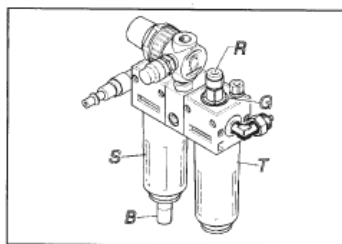

Рис. 39
H. Ежедневно сливайте воду из влагоотделителя «S». Для этого нужно вытянуть вниз шток «B» (рис. 39).
I. Ежедневно проверяйте уровень масла. Для добавления масла в маслораспылитель сначала отключите подачу сжатого воздуха, затем отверните крышку «Т» (рис. 39) и долейте масло. При установке крышки на место убедитесь в правильности положения уплотнений.
J. Периодически проверяйте работоспособность маслораспылителя. За каждые 4...5 срабатываний отжимного устройства в стеклянном наконечнике «G» (рис. 39) должна появляться одна капля масла. При необходимости, отрегулируйте расход масла винтом «R» (рис. 39).